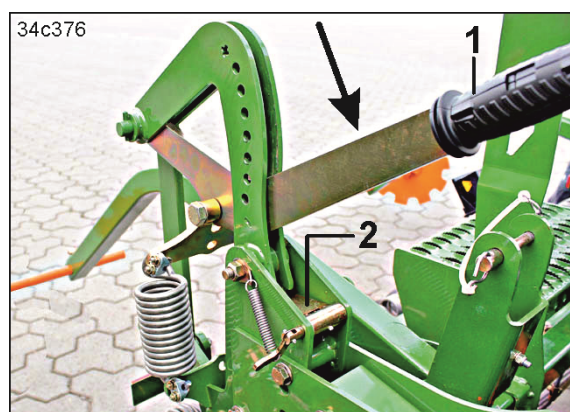

图 188
4. 将操纵杆（图 188/1）沿箭头方向按压，直至卡入固定板（图 188/2）为止。